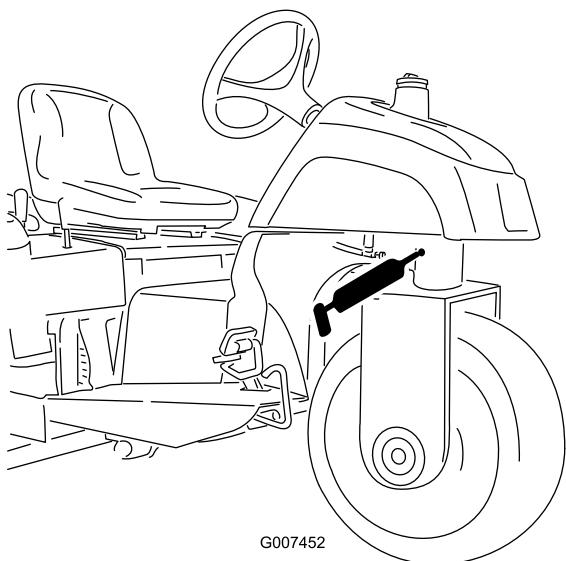

図 25
- ・ステアリング・ピボット（図 25）
**注** ステアリング・ピボットの注入部（図 25）は面一フィッティングなので、グリスガン用ノズル・アダプタが必要です。 パーツ番号は P/N 107-1998； ご注文は Toro 代理店へ。